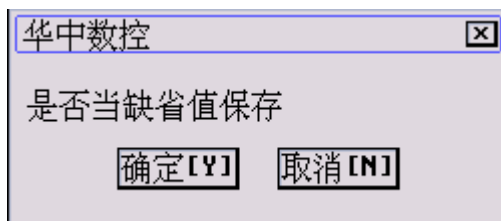

图 9.3.7 系统提示：是否当缺省值保存？
- (9) 按 **Y** 键后，系统将提示是否当缺省值(出厂值)保存，如图 9.3.7 所示，按 **Y** 键存为缺省值，按 **N** 键取消；